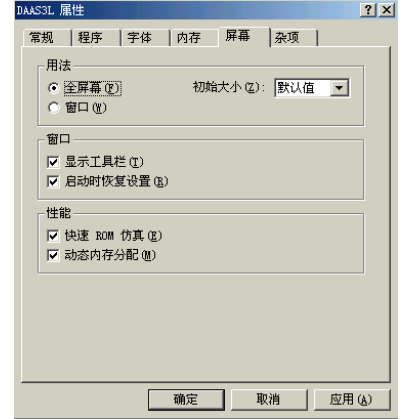

图 3-7
- 8) DAAS3L 图标-右键-属性-屏幕-出现如图 3-7, 按照图示勾选-全屏幕-点击-应用,